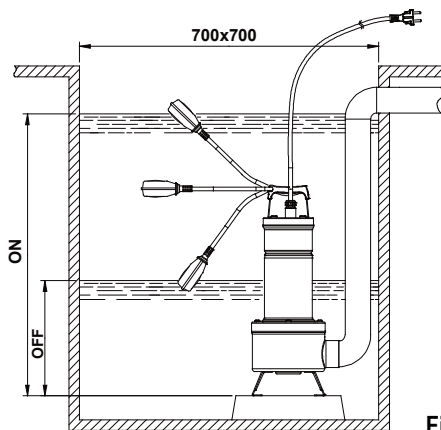
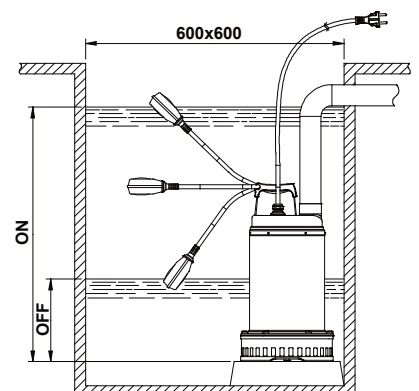

Fig.1
Fig.3
- 4.1 Si le fond du puits où la pompe doit fonctionner est particulièrement sale, il est bon de prévoir un support pour poser la pompe afin d'éviter que la crépine d'aspiration se bouche (Fig.1, Fig.3)
- 4.4 Pour la version munie d'interrupteur à flotteur, contrôler que celui-ci peut bouger librement (VOIR PARAGRAPHE REGLAGE INTERRUPTEUR A FLOTTEUR). Prévoir des puisards ayant les **dimensions minimum** indiquées dans la Fig.1. Le puisard devra toujours être dimensionné également en fonction de la quantité d'eau en arrivée et du débit de la pompe de manière à ne pas soumettre le moteur à un nombre excessif de démarrages.
2. Pour la version munie d'interrupteur à flotteur, contrôler que celui-ci peut bouger librement (VOIR PARAGRAPHE REGLAGE INTERRUPTEUR A FLOTTEUR). Prévoir des puisards ayant les **dimensions minimum** indiquées dans la Fig.3. Le puisard devra toujours être dimensionné également en fonction de la quantité d'eau en arrivée et du débit de la pompe de manière à ne pas soumettre le moteur à un nombre excessif de démarrages.